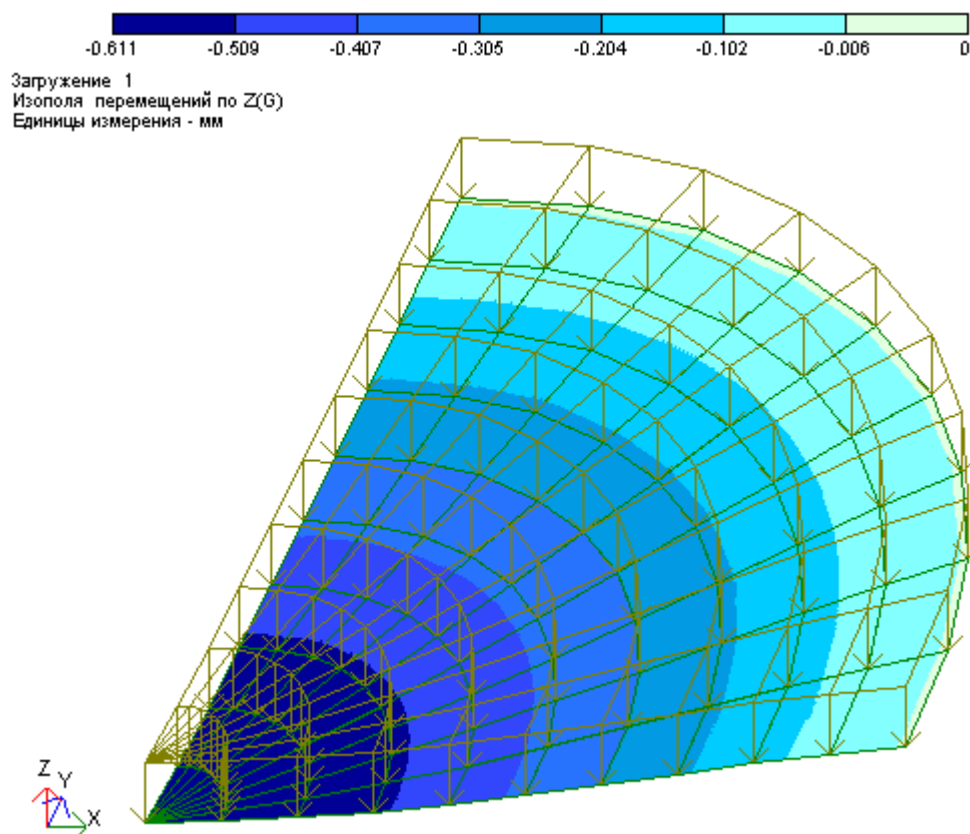

Рис.6.14. Изополя перемещений по направлению глобальной оси **Z** в элементах дна резервуара
- Переключите схему в изометрическую проекцию (рис.6.14) с помощью меню **Вид** ⇒ **Изометрия** (кнопка  на панели инструментов).